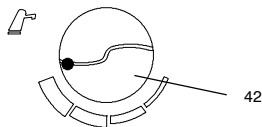

fig. 5.2
- 5 Posizionare la regolazione di temperatura sanitari (42) al massimo (fig. 5.2).